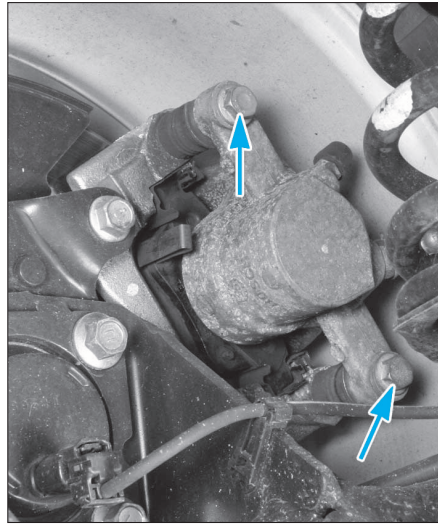

FIG. 8
- Déposer les deux vis de colonnette de l'étrier (fig. 8).